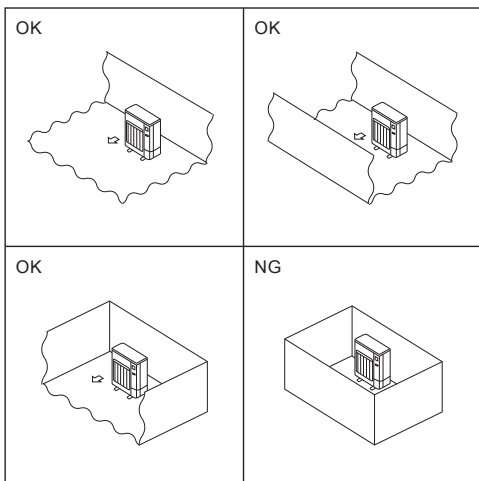

Fig. 2-2
- Installare unità esterne in un luogo in cui sia aperto almeno un lato su quattro e in uno spazio di grandezza sufficiente e privo di depressioni. (Fig. 2-2)